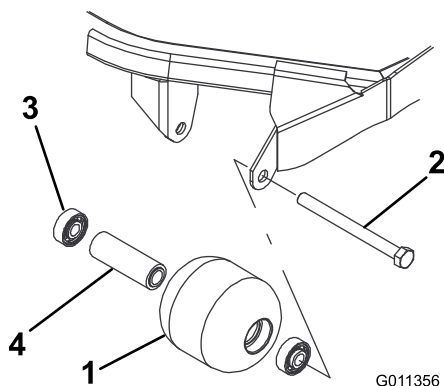

Figure 66
1. Retirez le boulon de fixation du galet (Figure 66).
4. Vérifiez l'état du logement de roulements, des roulements et de la douille d'écartement de roulements (Figure 66)
1. Enfoncez le premier roulement dans le logement à la presse (Figure 66). Exercez la pression uniquement sur la bague extérieure ou uniformément sur les bagues intérieure et extérieure.
2. Insérez l'entretoise (Figure 66).
3. Enfoncez le second roulement dans le logement (Figure 66) en exerçant une pression uniforme sur les bagues intérieure et extérieure jusqu'à ce que la bague intérieure rencontre la douille d'écartement.